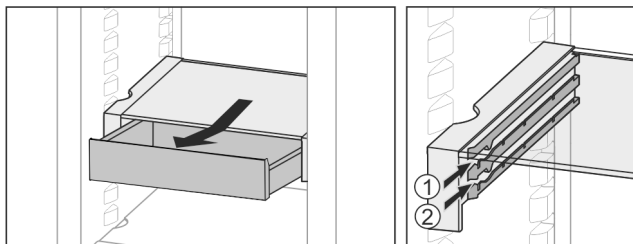

Fig. 36
- ▶ Skjut in i valfri höjd Fig. 36 (1) eller Fig. 36 (2).